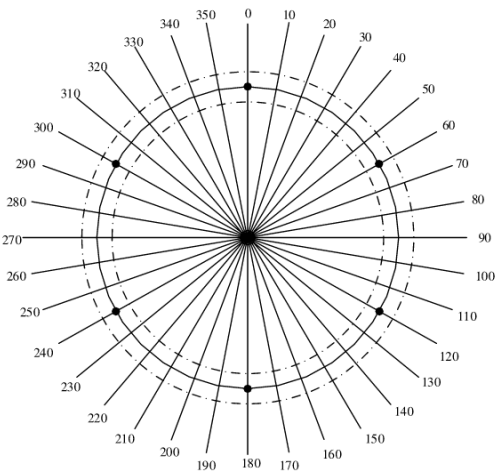

图 3 方向角度示意
- 3. 参赛队可以自行选定一方向为 0°，以此为起始，顺时针依次为 90°、180°、270°等，详见图 3，测试现场将提供此图。
- 7. 风力摆在圆周运动时的旋转方向不限；测试时考察在 6 个均匀分布点上激光轨迹是否落在圆环内，见图 3。